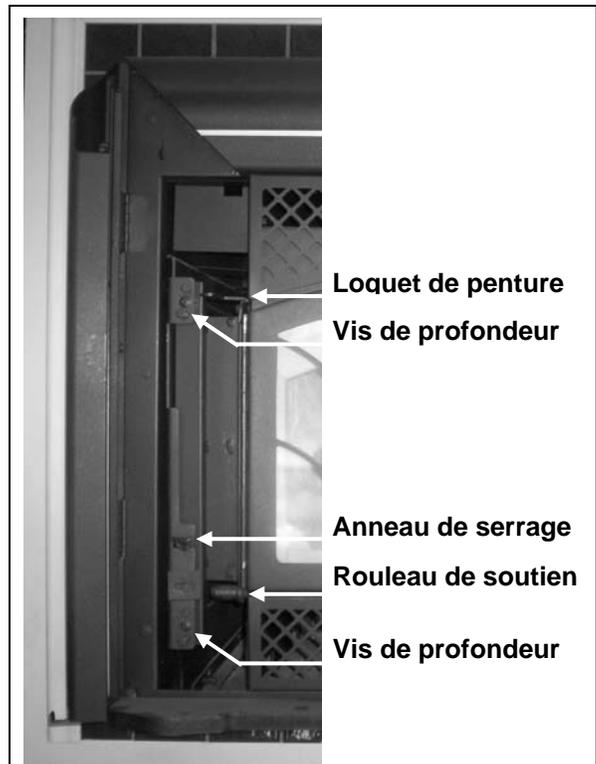

Figure 4 Mécanisme de camouflage de porte
Le foyer TOPAZ est équipé d'un mécanisme de camouflage de porte qui vous permet de dissimuler la porte derrière l'extrusion gauche quand vous avez besoin d'effectuer des tâches d'entretien dans la boîte à feu ou quand vous souhaitez installer le pare-étincelles. Le mécanisme est relativement simple à utiliser lorsque les notions de base sont bien comprises. Veuillez consulter la Figure 4 tout en lisant les explications suivantes.
Commencez par ouvrir l'extrusion de gauche, en utilisant la poignée au bas de l'extrusion. Comme il est indiqué à la Figure 4, il y a un loquet au haut qui retient la penture de la porte contre le côté gauche de la boîte à feu afin de permettre l'opération normale de la porte. En déverrouillant ce loquet, la porte peut alors tourner autour d'une penture spéciale qui éloigne la porte du côté gauche de la boîte à feu. Pour verrouiller ce loquet, assurez-vous que la penture de la porte est bien à plat contre le côté gauche de la boîte à feu. Nous recommandons de fermer la porte en premier, puis de verrouiller le loquet sur la penture. Le verrouillage et déverrouillage du loquet requièrent un peu de force, si un effort excessif est nécessaire c'est qu'il y a quelque chose qui
1. Avec la porte verrouillée, déverrouillez l'anneau de serrage en le tournant dans le sens inverse des aiguilles d'une montre jusqu'à la position horizontale (voir Figure 4).
8. Maintenant, cachez et sortez la porte de son espace de rangement tout en regardant la porte. Si la porte relève exagérément lorsque vous la glissez vers l'intérieur et vers l'extérieur, vous devez ajuster la hauteur du rouleau de soutien de la porte. Il est situé à la base du mécanisme de camouflage de la porte (voir Figure 4).